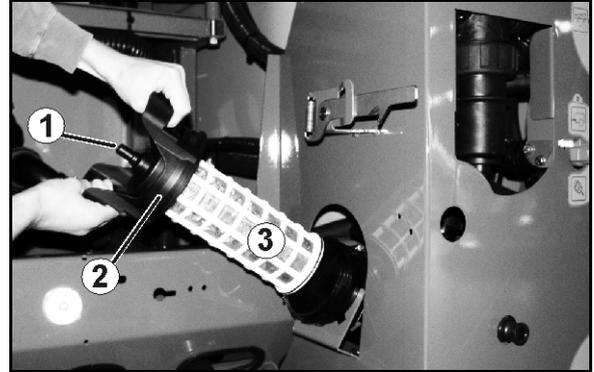

Рис. 123
Ежедневно очищайте всасывающий фильтр (Рис. 123) после очистки полевого опрыскивателя.
1. Освободите крышку всасывающего фильтра (Рис. 123/2).
2. Снимите крышку и фильтр (Рис. 123/3) и очистите их водой.